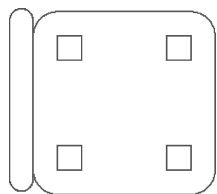

图 8-23 “椅子”二维示意图
1) 打开 AutoCAD 2014 中文版, 利用前面章节所学内容绘制一个“椅子”示意图, 并分别对椅面、椅腿和靠背设置面域, 如图 8-23 所示, 将工作空间选定为“三维建模”。